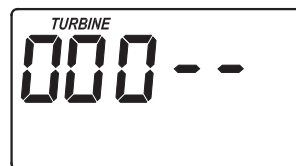

FIG. 17
1. Mantenga oprimido el botón PROGRAM durante unos segundos, hasta que aparezca en pantalla "000--", como se ilustra en la Fig. 17.